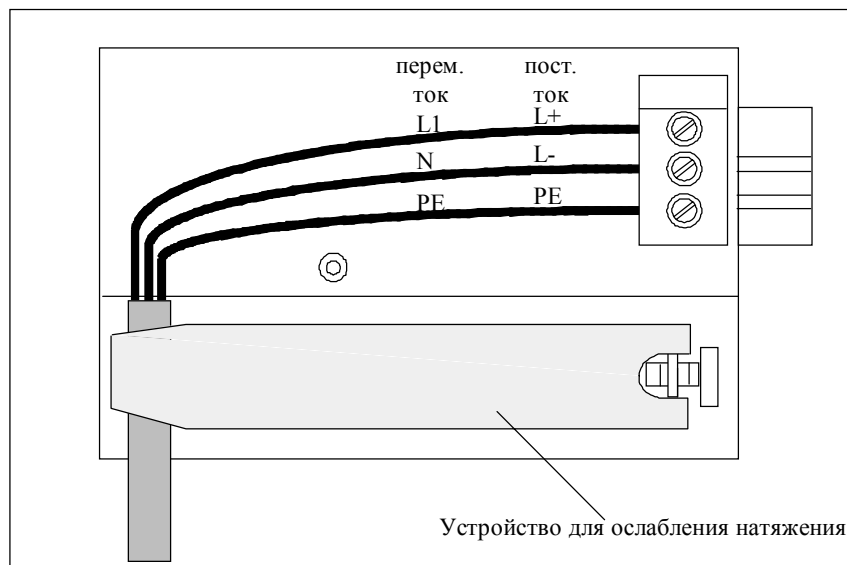

Рис. 6-3. Подключение проводов к сетевому штекеру (с открытой крышкой)
3. Укоротите на 10 мм две жилы, не используемые для соединения с защитным заземлением (PE).
7. Подсоедините жилы к клеммам согласно изображению крышке сетевого штекера (см. рис. 6-3). Более длинную жилу подключите к PE. Закрепите жилы винтами с вращающим моментом от 0,6 до 0,8 Нм.
На рис. 6-3 показано, как нужно подключать провода к сетевому штекеру.